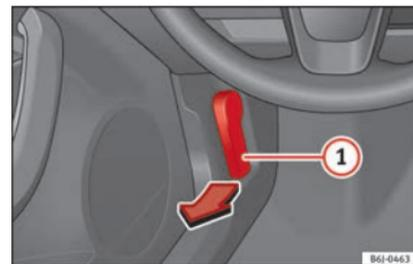

Fig. 6 Ver localização na pág. 7-8
- Abrir o capô: puxe a alavanca existente por baixo do painel de instrumentos »» Fig. 6 ①.